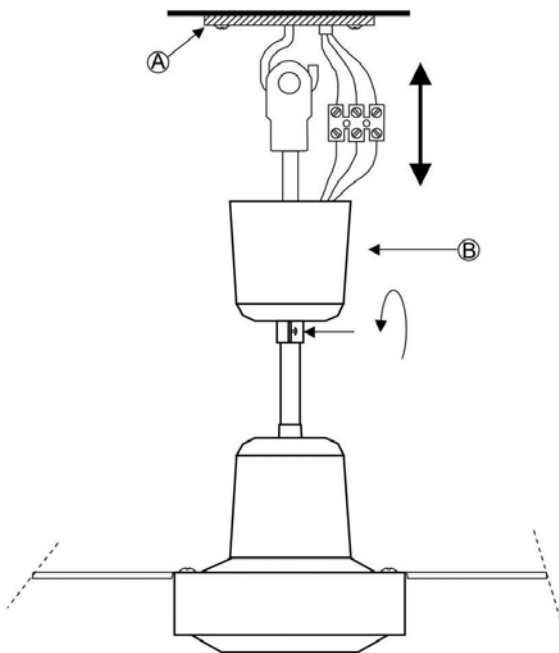

Fig. 6
2. Ослабьте винты, расположенные на основании декоративного колпака и сдвиньте его вниз для доступа к точке крепления и подключения электропитания. Повесьте собранный вентилятор **(В)** на крюк, расположенный на основании **(А)** (основание предварительно должно быть прочно закреплено на потолке). **(Рис.6)**